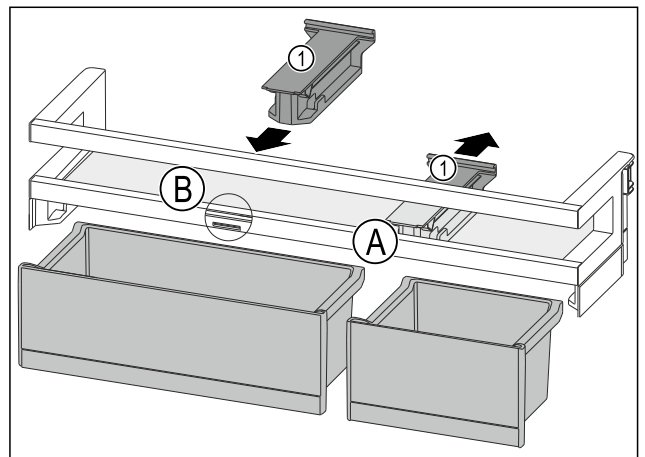

Fig. 184
- ▶ Tirare l'elemento di tenuta Fig. 184 (1) all'indietro per portarlo in posizione Fig. 184 (A).
- ▶ Inserire l'elemento di tenuta Fig. 184 (1) in posizione Fig. 184 (B).